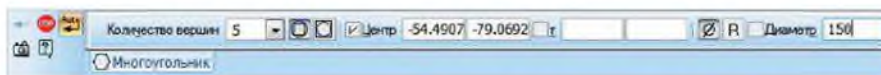

Рисунок 9.7 Панель свойств с заданием параметров многоугольника
2. На плоскости XY построить эскиз основания призмы командой *Многоугольник*  с количеством вершин 5 по описанной окружности $\varnothing 150$ мм (рисунок 9.7).